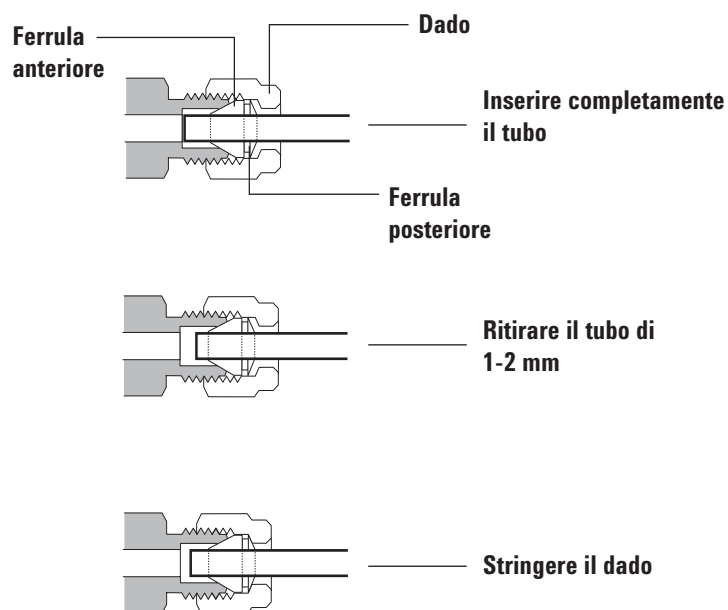

Figura 15. Inserire il tubo
- 4 Spingere interamente il tubo nel tappo, quindi ritirarlo di circa 1 o 2 mm. Vedere **Figura 15**.